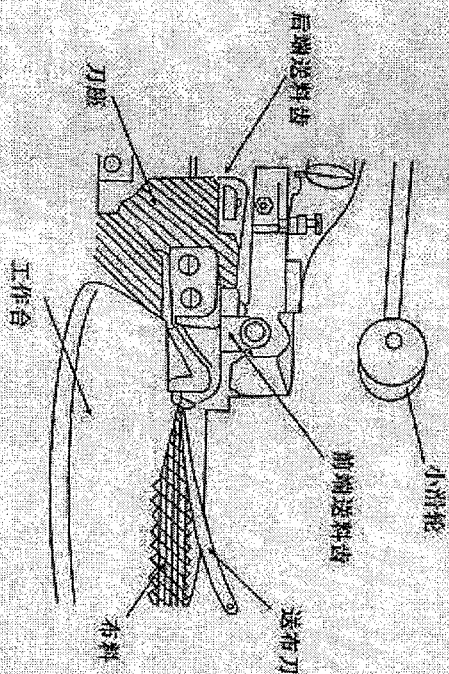

图5
2、压下机杆，使压脚和进料板有间隙，转动皮带轮，使前后送料齿抬高，用送布刀将布料送入前端送料齿，经过卷边器送至后端送料齿。(图5)